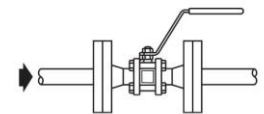

Fig. 3
- Monteer de kogelafsluiter met de hendel in een correcte positie. Een montage met spindel verticaal naar boven gericht niet de voorkeur. Bij gassen mag de kogelafsluiter in gelijk welke positie worden gemonteerd (zie fig. 3)